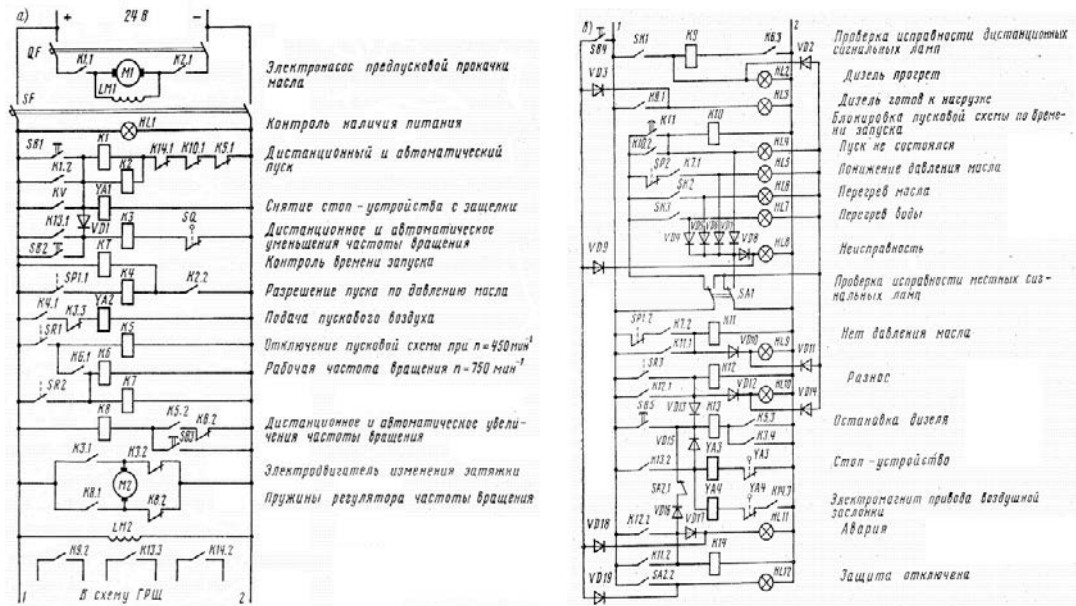

Рис. 3
3. Указать элементы электрической принципиальной схемы автоматического управления ДГА 100/750 (рис.3). Объяснить порядок работы схемы в штатных и аварийных ситуациях.